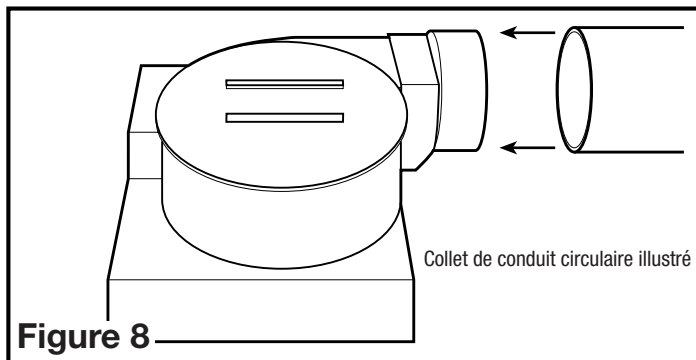

Figure 8
1. Raccorder le conduit au collet de conduit du ventilateur (**Figure 8**). Fixer en place à l'aide de ruban ou de serre-joint. Toujours évacuer le ventilateur vers l'extérieur au travers de chapeau mural ou de toit. Il est recommandé que les raccords d'extrémité basse de restriction sont utilisées.